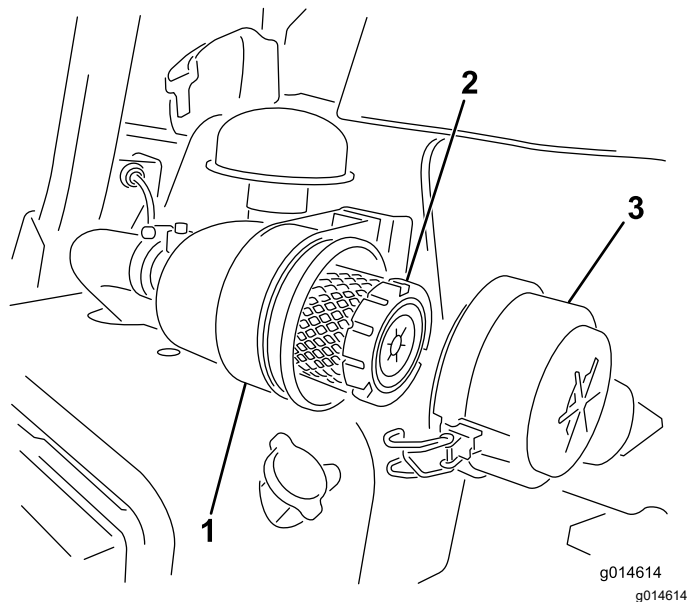

図 29
1. エアクリーナのカバーをボディーに固定しているラッチを外す 図 29。
- 7. ラッチをしっかりとは掛ける 図 29。